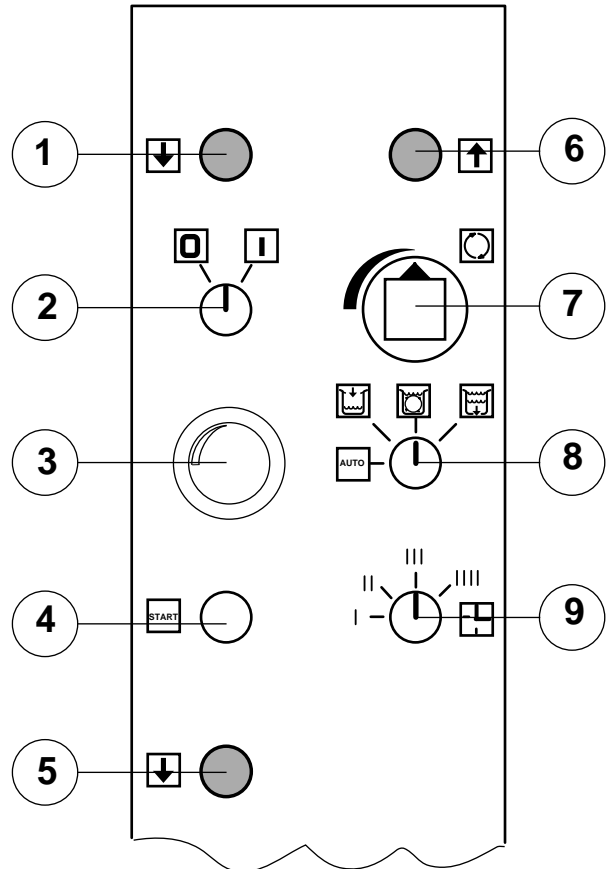

Abb. 3
- 4 - Taste für Zyklusstart "START" (Abb. 3)
- AUTO (Abb. 3)
- 9 - Wahlschalter für vier Waschzyklen (Abb. 3)